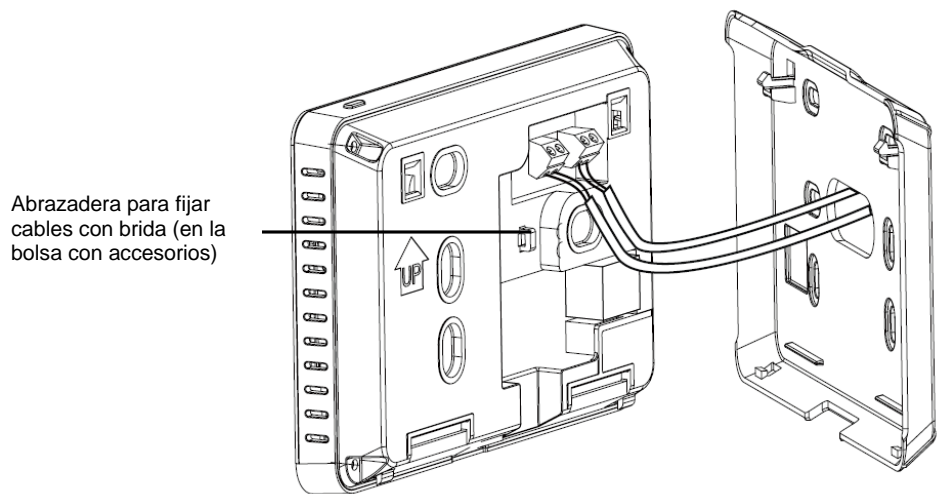

Figura 4: Conexión de los cables al mando central y abrazadera para la brida de los cables
3.1.3 Este equipo está adaptado para la instalación con cables tendidos bajo el revoque. Los cables de comunicación y de alimentación se conectan a los bornes como se muestra en la figura 4 y se fijan al soporte con una brida.